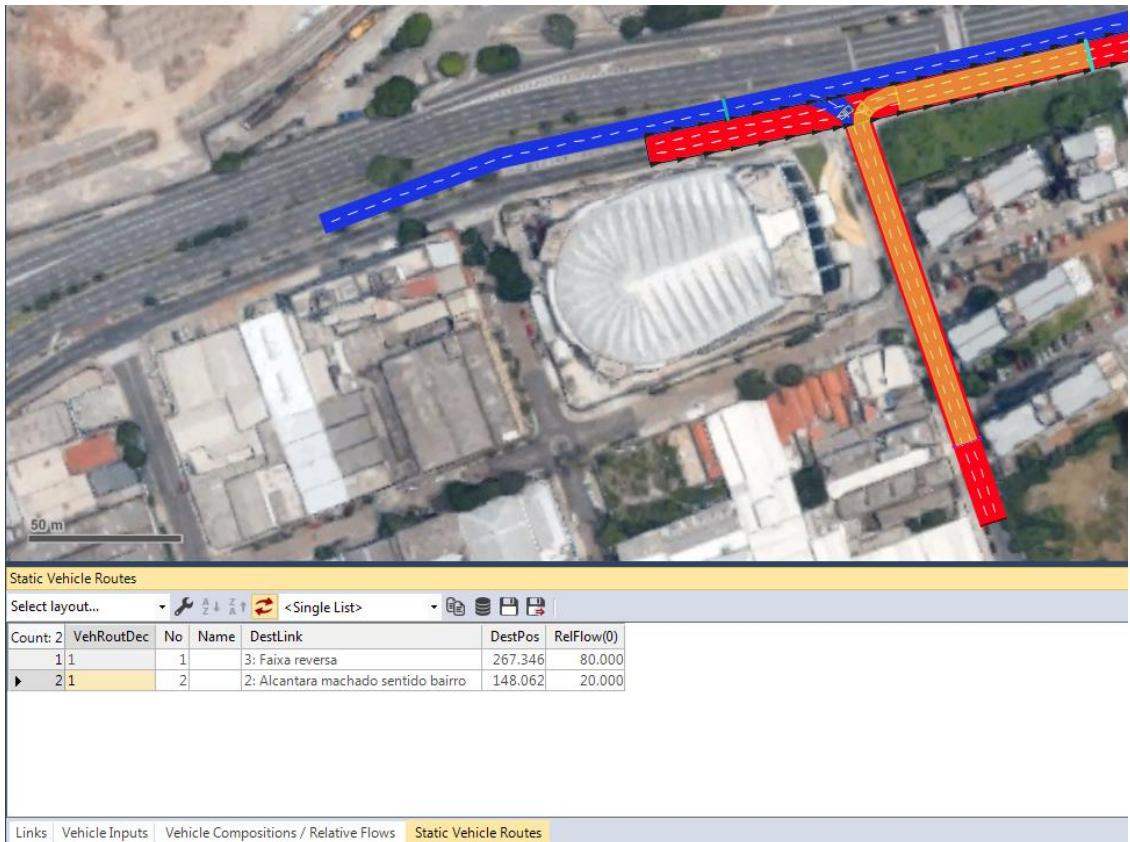

Figura 22
44. Perceba, no menu Lists, a presença das duas rotas criadas. Para configurá-las, a seguinte proporção será mantida: 80% do carros segue na faixa reversa e 20% pela Av. Alcântara Machado. A porcentagem é ajustada no **Relative Flow** (Figura 22).